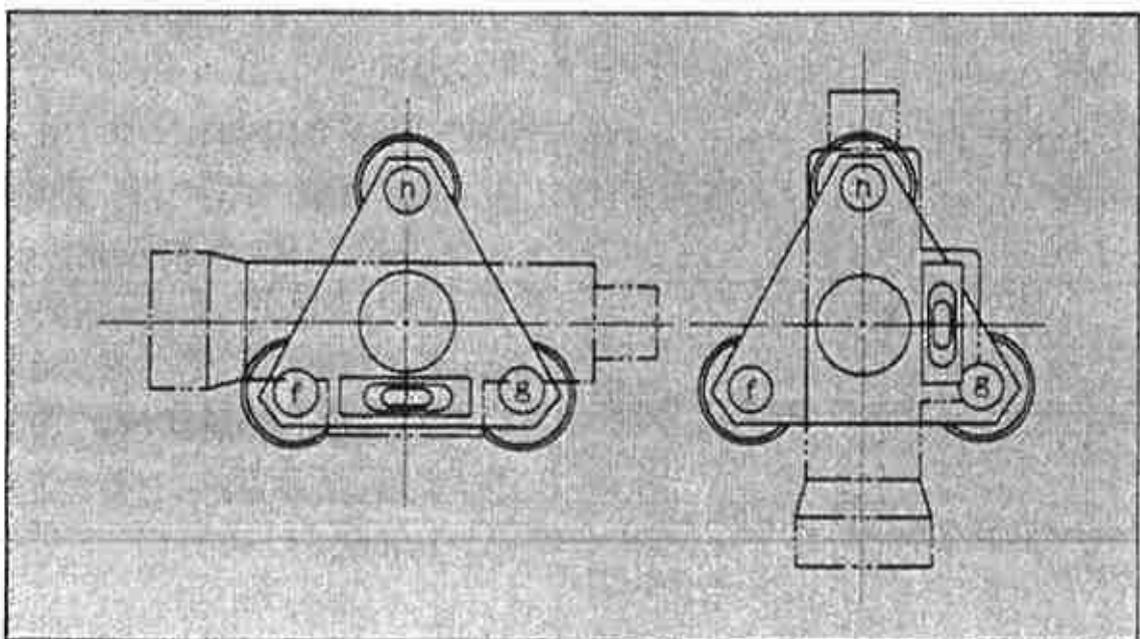

図7
①前述の杭整法などによる水平規正を終えたのち図7(左)のように整準ねじを配位して、まず整準ねじ f あるいは g によって気泡像を中央にします。
②次に望遠鏡を縦軸のまわりに180°回転して、そのときの気泡の不合致量の半分を高低微動ねじで、残りの半分を整準ねじ f あるいは g により調整して気泡を中央に移します。
③縦軸のまわりに90°回転し、図7(右)のようにすると気泡は一般に片寄りますから、整準ねじ h を用いて気泡像を合致させます。